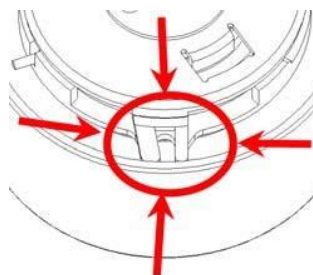

Fig.5
**ATTENZIONE:** Accertarsi che il dente posto sulla staffa del cuscinetto sia allineato alla tacca di riferimento (Fig.5). Se no, procedere nuovamente con il montaggio.
**WARNING:** Make sure that the tothing on the bearing bracket is aligned with the reference notch (Fig. 5). Otherwise, repeat the installation.